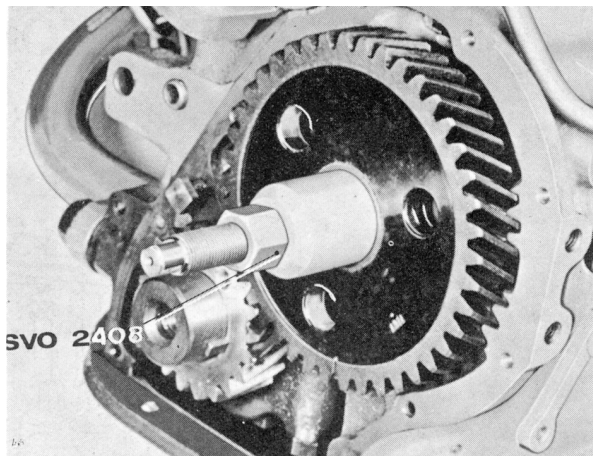

Bild C16 Montering av kamaxelhjul (4-cyl. motor)
6. Montera kamaxelhjulet med SVO 2408, se bild C16. Då transmissionsdrevens märkning står mitt för varandra är kol nummer 6 i övre dödpunkt, tändläge. Tryck ej kamaxeln bakåt så att tätningsbrickan vid bakre änden lossnar. Montera muttern och drag denna med 13-15 kgm.